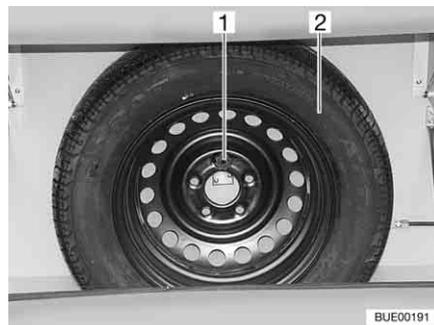

Bild 251 Ersatzrad-Halterung
Die Ersatzrad-Halterung ist im Gaskasten angebracht. Das Ersatzrad (Bild 251,2) ist gegen Aufpreis erhältlich.
- Schraube (Bild 251,1) lösen.
- Ersatzrad (Bild 251,2) entnehmen.